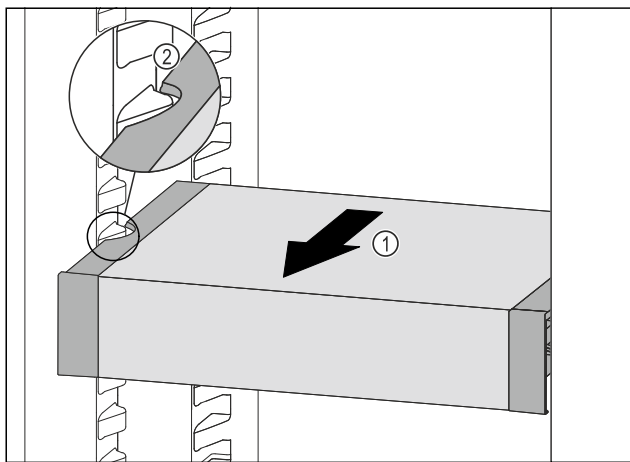

Fig. 126
- ▶ 向前拉动 VarioSafe Fig. 126 (1)，直至 VarioSafe 的侧部凹槽与冷藏区中的容器肋梁持平。 Fig. 126 (2)